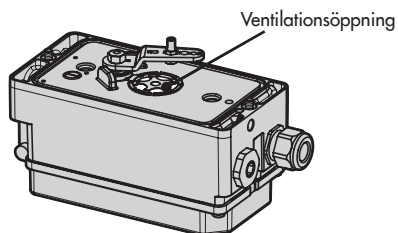

Fig. 5-1: Ventilationsöppning
- Försegla eller begränsa inte ventilationsöppningen (se Fig. 5-1) när enheten är installerad på plats.